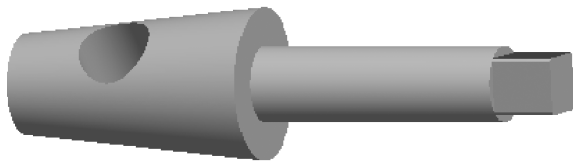

图 4-135 完成方头
(24) 满足要求后，在图形区单击鼠标中键完成方头的创建，按 <Ctrl + D> 组合键回到默认观察角度，模型如图 4-135 所示。